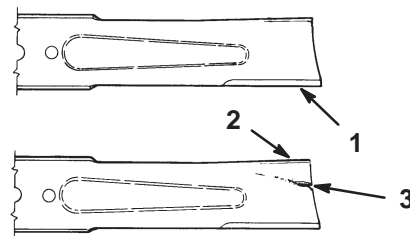

Figure 19
1. Inspectez les tranchants des lames (Fig. 19). Si elles ne sont pas tranchantes ou si elles présentent des indentations, déposez et aiguiser les lames (voir Aiguisage des lames, page 25).
2. Inspectez les lames, surtout la partie incurvée (Fig. 19). Remplacez immédiatement toute lame endommagée, usée ou qui présente une entaille (repère 3 de la Fig. 19).